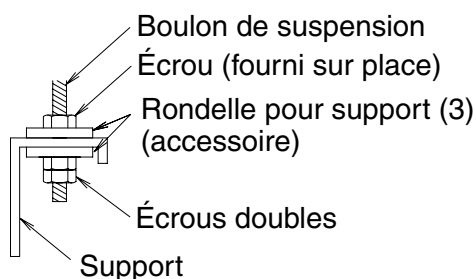

Fig. 10
(1) Fixez le support au boulon de suspension. (Reportez-vous à la Fig. 10)